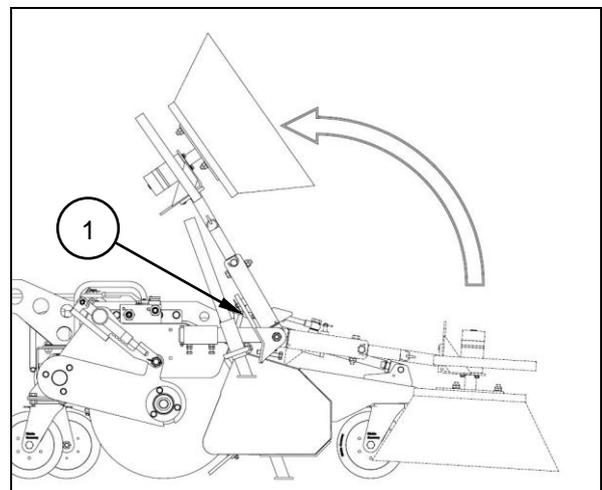

Fig. 4.9
- Seitenkehrbesen (Fig.4.9) nach oben schwenken und mit dem Klappstecker (1) sichern.